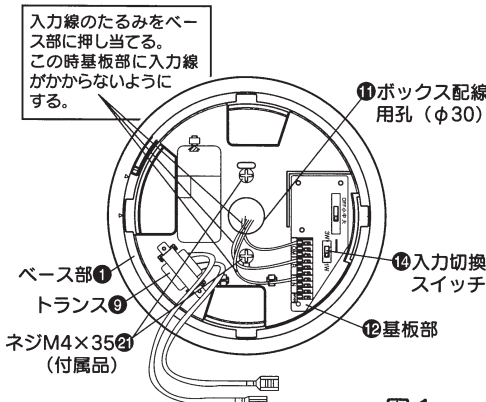

図 1
1. ベース部①の入力切換スイッチ⑭を必要な位置（1W or 3W）にセットします。（接続するスピーカーの入力の合計が、アンプの定格出力を越えないようセットしてください。）（図 1 参照）